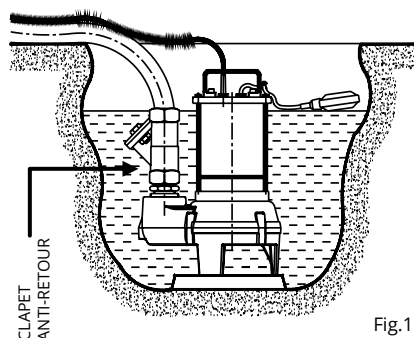

Fig.1
- Si le fond du puits, ou la surface sur laquelle est posée la pompe, est irrégulier et s'il y a risque d'accumulation de gravier, débris, boue, etc., intervenir en réalisant une base d'appui régulière et surélevée (Fig 1).
- Pour éviter de reflux du collecteur d'évacuation, installer un clapet anti-retour après le refoulement de la pompe (Fig. 1).